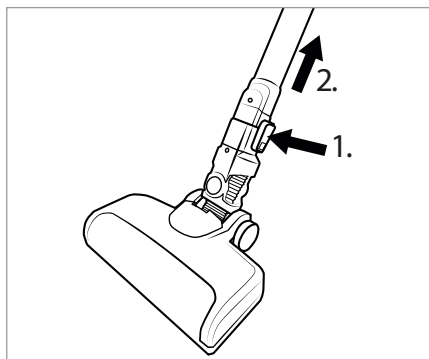

Fig. 12
- ♦ Para desmontar el cepillo para suelos 21 del tubo de aspiración 23, mantenga pulsado el botón de desencastre del cepillo para suelos 22 y tire del tubo de aspiración 23 para extraerlo del cepillo para suelos 21 (consulte la fig. 12).